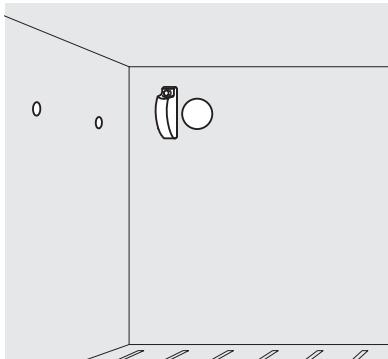

figura 1
- Use una espátula de plástico para quitar los tapones del interior del compartimiento del congelador. Vea la figura 1.
- Quite la cubierta del conector del arnés, en donde se va a conectar la máquina de hielo; para ello retire el tornillo de cabeza hexagonal de  $\frac{1}{4}$ ". Vea la figura 1.